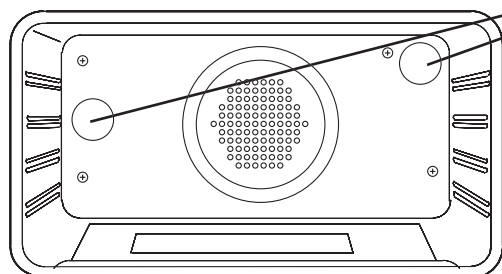

Figure 23 : éclairage du four
- Chaque assemblage comprend une lentille amovible, une ampoule et un boîtier de douille fixé en place (figure 23, page suivante).
### Remplacer l'ampoule (figure 23, page suivante):